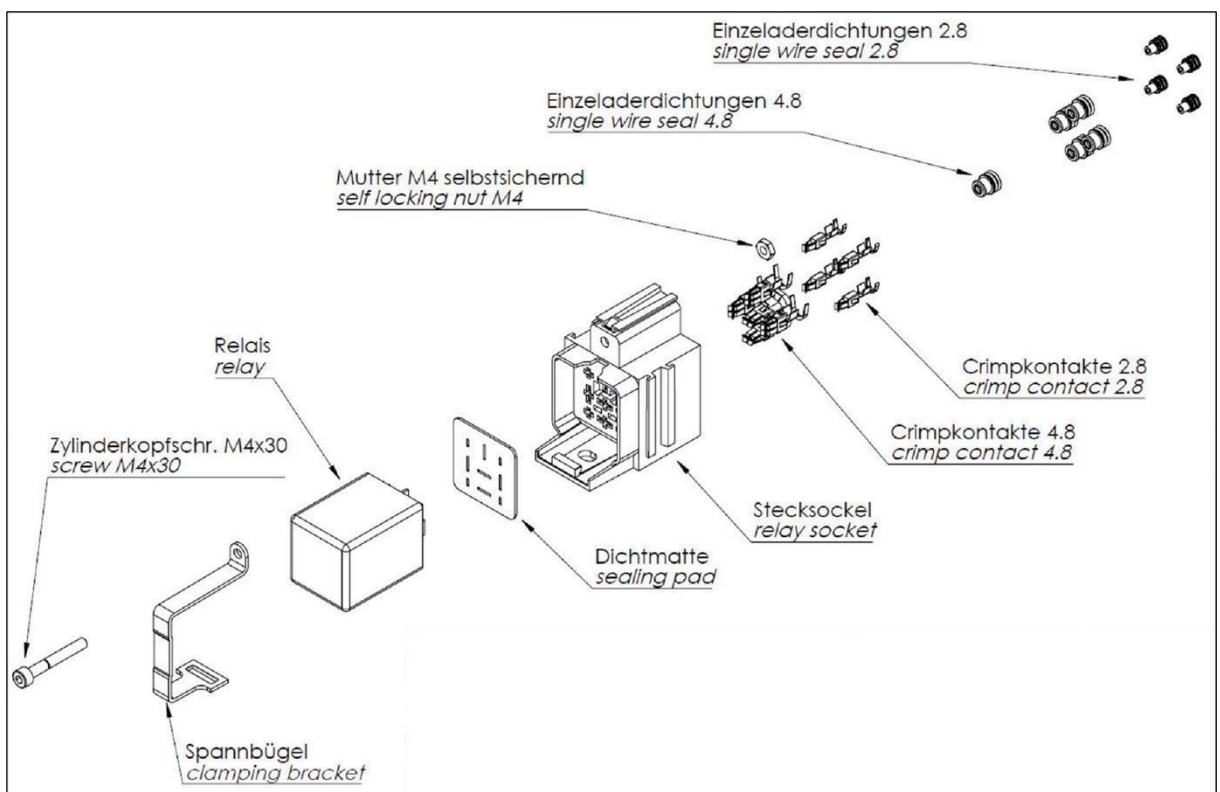
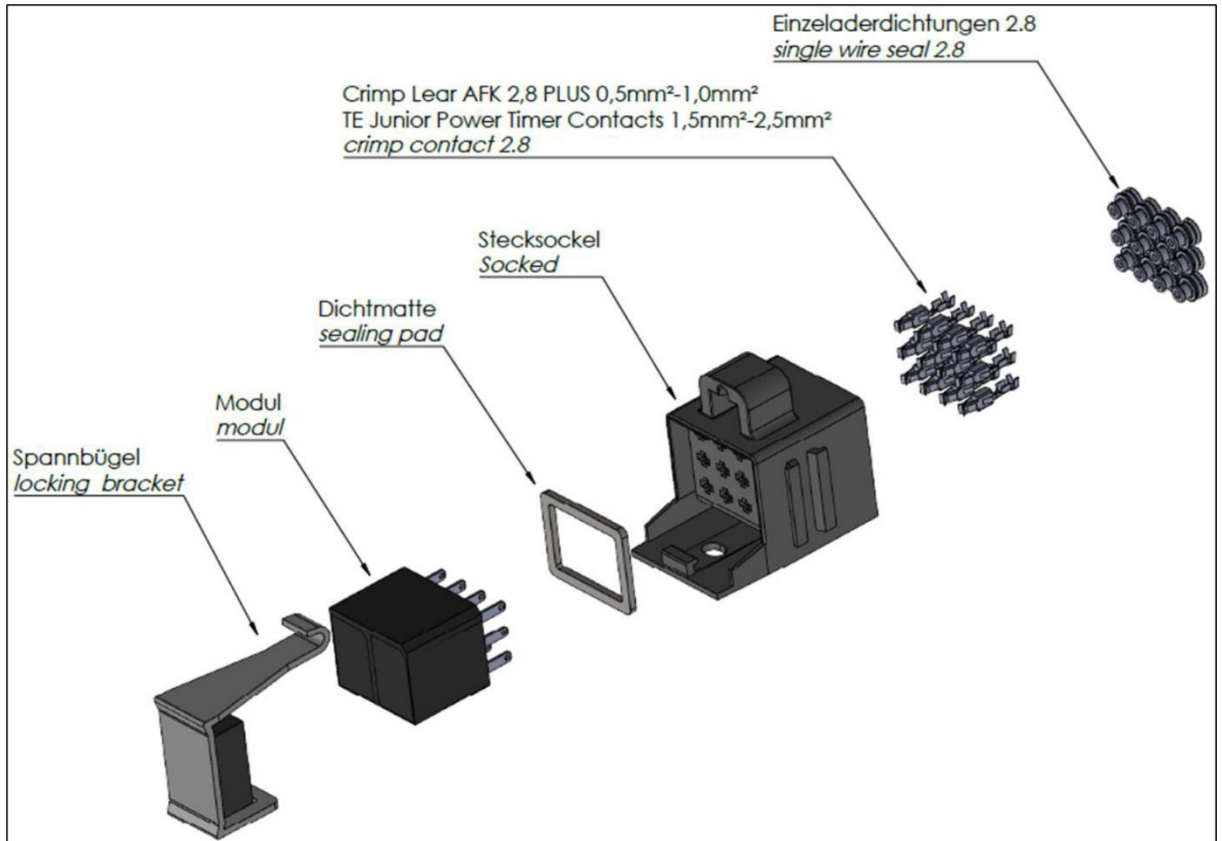

Abbildung 1: Explosionszeichnung wasserdichter Stecksocket (für Modul 1.017.010.24, 1.017.010.25, 1.017.010.30, 1.017.010.40 und 1.017.010.50).
Abbildung 2: Explosionszeichnung wasserdichter Stecksocket (für Modul 1.017.055).
- Siehe auch Abbildung 1 und Abbildung 2.